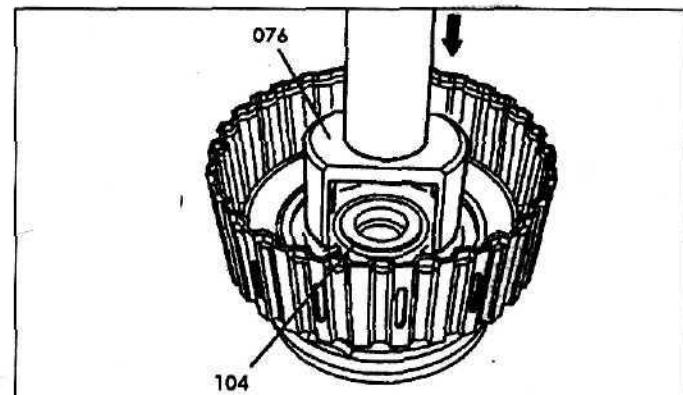

Рис. 70.
- Удалите стопорное кольцо (84b) из внутреннего барабана блокировочной муфты K1 (84) и эпиклическое колесо (84a) переднего планетарного ряда, повернув его для этого на 18° - 23°.
- Удалите ведущий вал с барабаном блокировочной муфты K2 (100).
- Снимите упорный игольчатый подшипник (85).
- Удалите стопорное кольцо (106) из внешнего барабана блокировочной муфты K2.
- Удалите тарельчатую пружину (107) и фрикционные диски (105). Проверьте фрикционные диски на предмет их подгорания и износа.
- Установите приспособление (076) на упругое кольцо (103) и надавите на него так, чтобы освободить стопорное кольцо (104) (рис. 70).
- Удалите стопорное кольцо (104).
- Удалите внешнего барабана тарельчатую пружину (102) и поршень (101).